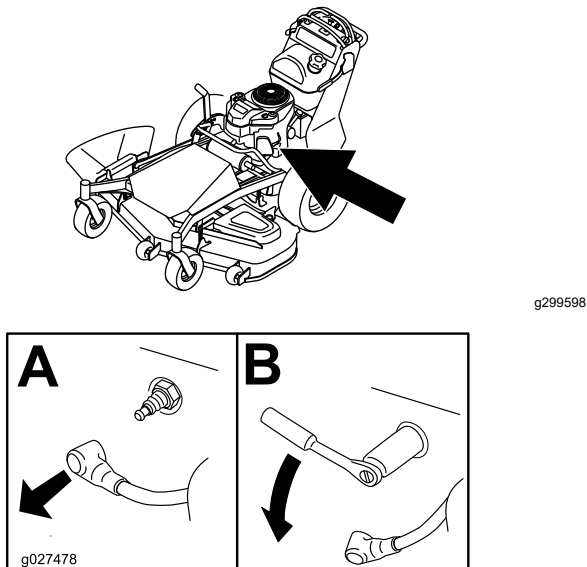

Figure 36
3. Déposez la bougie comme montré à la Figure 36.